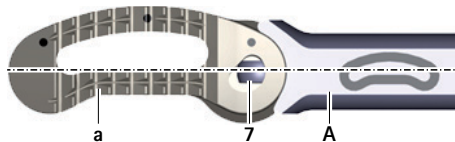

Рис. 8 Рабочий имплантат в положении  $0^\circ$
- Удерживать тестовый имплантат D в положении 0° на установочном инструменте A, см. Рис. 8.
- ▶ Удерживать рабочий имплантат в положении  $0^\circ$ , см. Рис. 8.